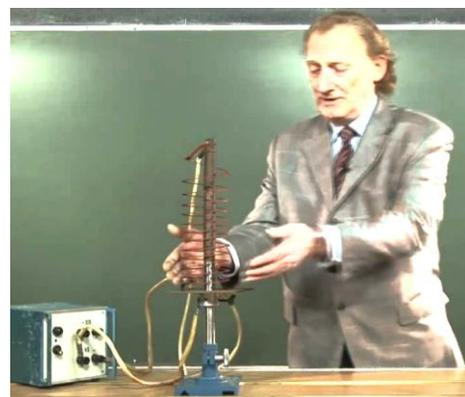

Рис. 4.
3. Взаимодействие параллельных токов интересно продемонстрировать на спирали Роже (рис. 4). На рисунке сотрудник МФТИ демонстрирует спираль Роже.